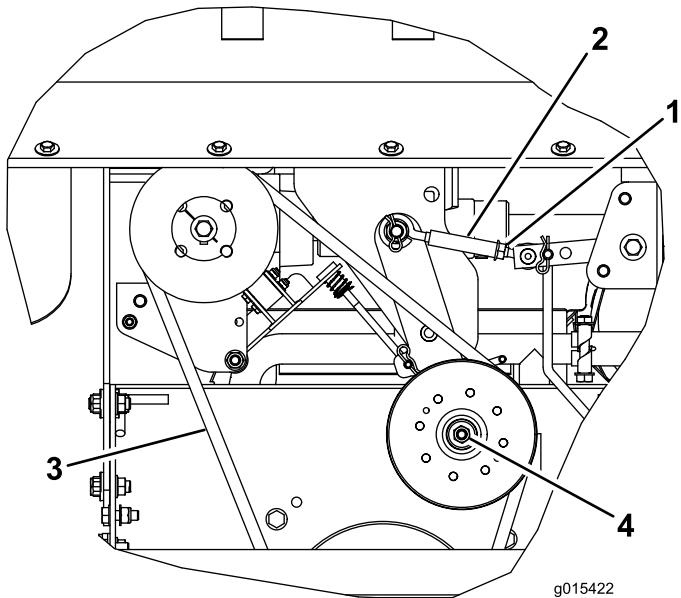

Figure 11
Examinez visuellement la courroie (Figure 11), à la recherche de traces d'encrassement, d'usure, de fissures ou de surchauffe. Remplacez la courroie si elle est excessivement usée ou semble endommagée.
**Remarque:** La Figure 11 montre la courroie vue de dessous, mais la courroie peut-être contrôlé, réglée ou remplacée en passant par le haut ou le bas après avoir déposé la protection correspondante.
Pour remplacer la courroie, procédez comme suit en vous reportant à la Figure 11 :
La tension de la courroie est correcte lorsqu'une flèche de 13 mm est obtenue quand on exerce une force de 4,5 kg au centre du brin le plus long (Figure 11).
- A. Desserrez le contre-écrou (Figure 11).